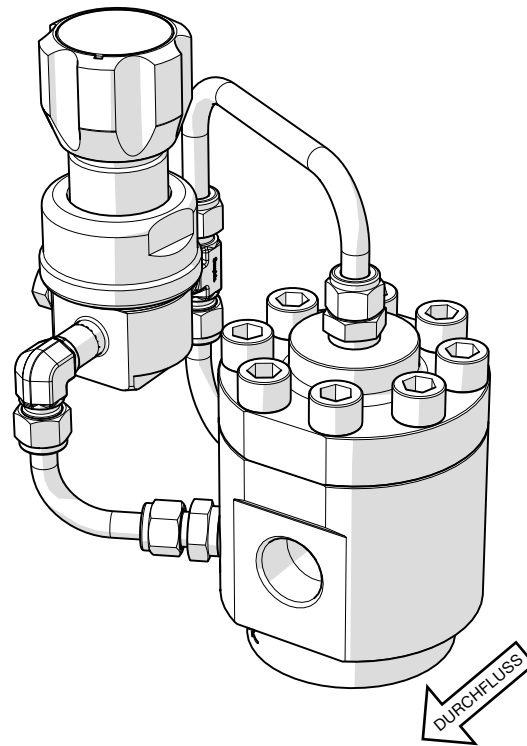
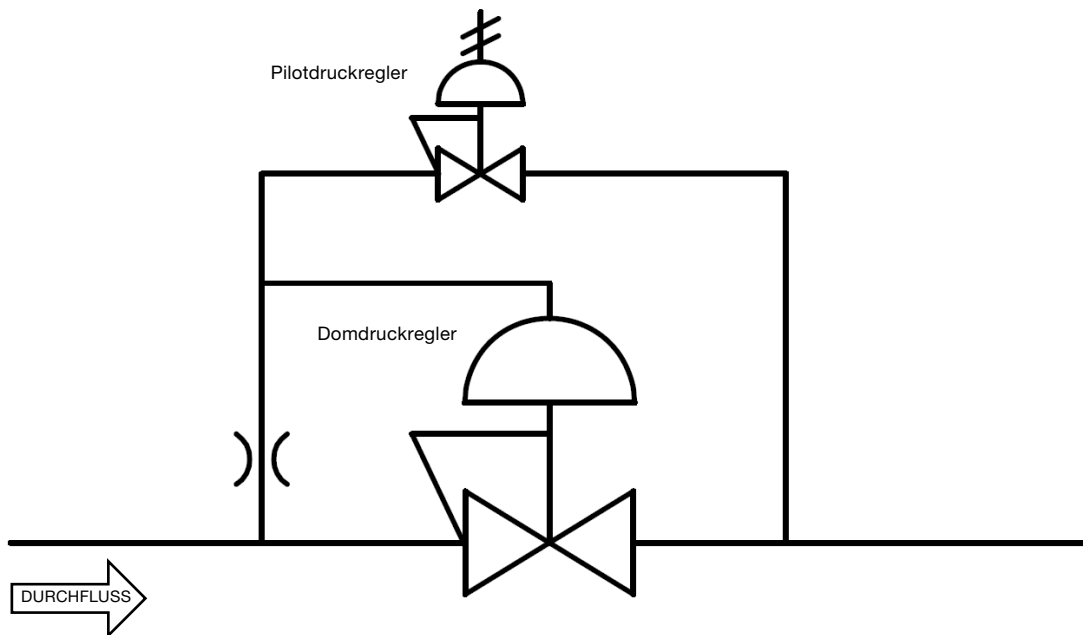

Abbildung 1
Abbildung 2
- Die bevorzugte Montageausrichtung des Druckreglers ist horizontal, so dass das Federgehäuse/der Dom nach oben zeigt, wie in Abbildung 1 zu sehen ist (siehe page 9). Andere Montagepositionen können das Risiko des Bauteilverschleißes erhöhen.
- **Integrierte Pilotsteuerung.** Bei diesem Aufbau wird der Domdruckregler mit einem Pilotdruckregler als Teil der Baugruppe geliefert (Abbildung 1). Der vom Systemdruck gespeiste Pilotdruckregler wird manuell betätigt und steuert den Domdruck (Abbildung 2). Dieser Aufbau ist nicht für Flüssigkeitsanwendungen geeignet.